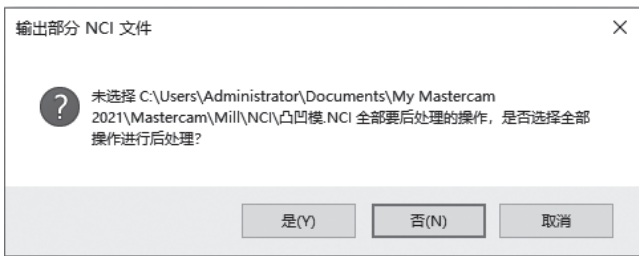

图 12-3 询问：是否要全部执行后处理
系统弹出【输出部分 NCI 文件】对话框，询问【是否要全部执行后处理?】如图 12-3 所示，这里选择【否 (N)】。